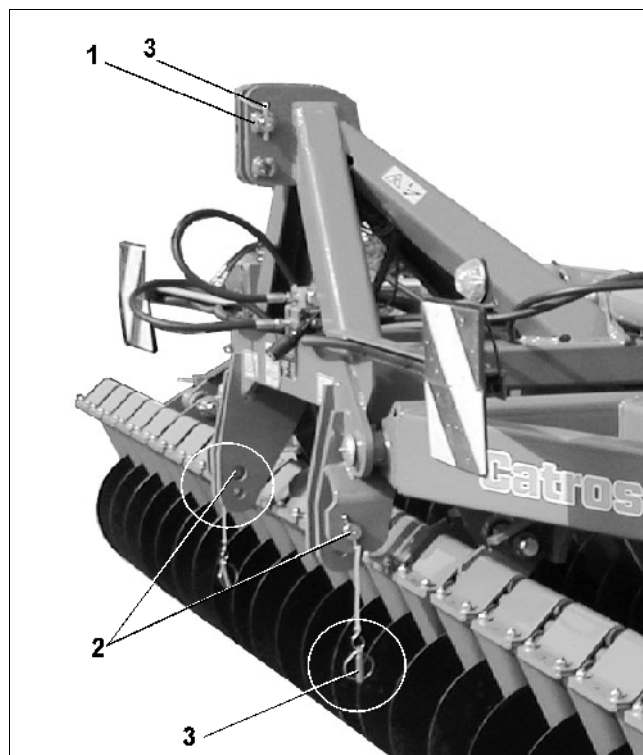

Рис. 10
- Нижние тяги трактора прикрепите при помощи крепежных пальцев для нижних тяг (Рис. 10/2) к нижним точкам крепления агрегата и зафиксируйте при помощи пальцев с пружинной защелкой (Рис. 10/3).
- Верхнюю тягу трактора прикрепите при помощи крепежного пальца для верхней тяги (Рис. 10/1) к верхней точке крепления агрегата и зафиксируйте при помощи пальца с пружинной защелкой (Рис. 10/3).